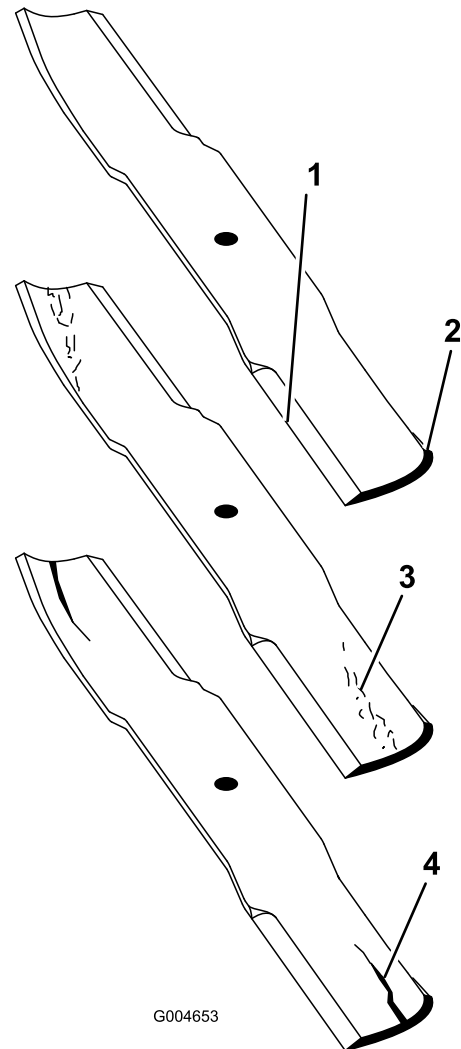

图19
1. 检查刀刃图19。如果刀刃不够锋利或有裂痕请清除裂痕并磨快刀片。请参阅“磨快刀片”。
2. 检查刀片特别是刀翼区图19。如果您注意到此区域有任何损坏、磨损或形成凹槽图19应立即安装新刀片。